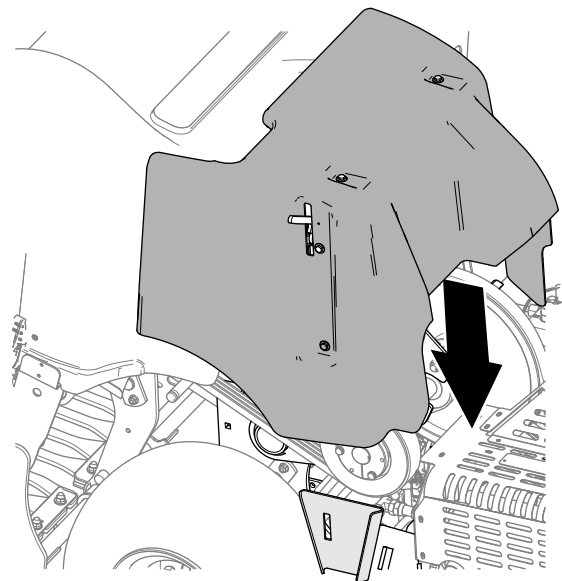

**Figura 144**
1. Alinee el soporte de montaje de la cubierta de la correa con el soporte de sujeción de la cubierta del bastidor de la máquina (Figura 144).